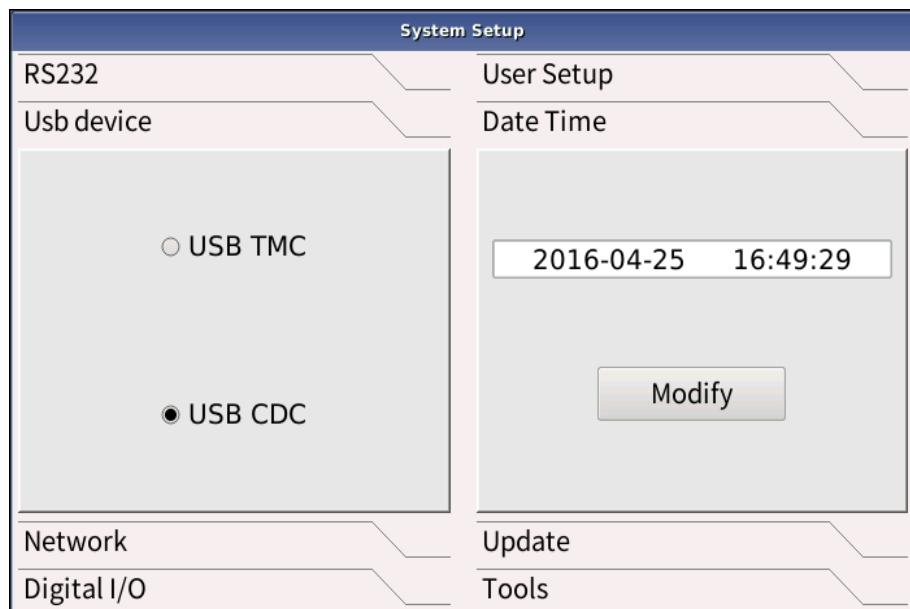

图 4-35 System 设置页面 2
**操作：**（见图 4-35）触屏点击 **USB TMC / USB CDC** 前圆框，圆框全黑或全白，全黑选中 **USB TMC** 表明 **USB** 接口使用 **USBTMC** 协议，全黑选中 **USB CDC** 表明 **USB** 接口使用 **USB** 通信设备类
**操作：**（见图 4-35）触屏点击 **Modify** 可修改其上白框中显示的日期与时间。